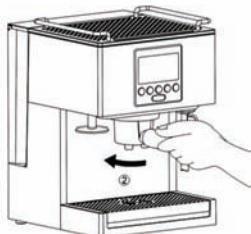
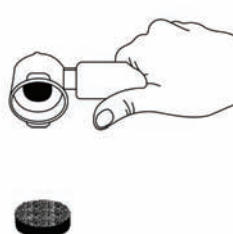
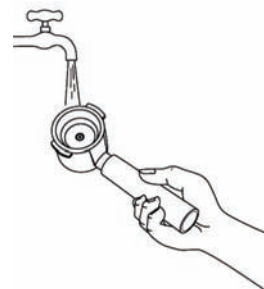

Рис. 5
Рис. 6
Рис. 7
- 11.18. Свалете дръжка на филтъра, като я въртите наляво (Рис. 5) а след това изхвърлете използваната торбичка или утайката (Рис. 6). Изчистете филтъра с употреба на вода (Рис. 7).
- 12.17. Свалете дръжка на филтъра, като я въртите наляво (Рис. 5), а след това изхвърлете използваната торбичка или утайката (Рис. 6). Изчистете филтъра с употреба на вода (Рис. 7).
**ВНИМАНИЕ!** Като придържате копчето за запарване  (F) помнете, че след като експресът достигне максимална вместимост на кафе за единичната чашка (ок. 90 мл), устройството автоматично ще спре процес на запарването (ще чуете два звукови сигнала) и ще запомни настройките.
**ВНИМАНИЕ!** При процес на програмирането обръщайте внимание да мигат показателите **P1** или **P2**. Ако по каквато и да е причина показателите **P1** или **P2** престанат да мигат, активирайте отново това състояние, като натискате едновременно копчето за единична/двойна чашка кафе  (B) и копчето за избор на температура  (D) за 2 секунди и програмирайте настройките по-нататък до достигане на т. 11.16.
**ВНИМАНИЕ!** За да изтриете настройки на програмата **P1** или **P2**, натиснете и придържете едновременно копчето за избор на температура  (D) и копчето за пара  (E).
- 13.14. Свалете дръжка на филтъра, като я въртите наляво (Рис. 5), а след това изхвърлете използваната торбичка или утайката (Рис. 6). Изчистете филтъра с употреба на вода (Рис. 7).